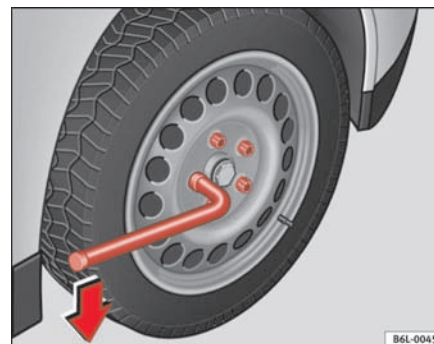

Fig. 122 Hjulsøgle: Sådan løsnes hjulboltene.
- Tag fat i enden af hjulnøglen, og drej bolten ca. en omdrejning mod **venstre** ⇒ fig. 122.